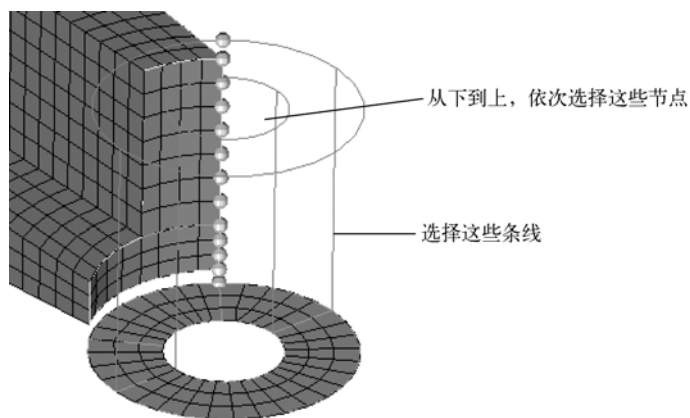

图 5-40 扫略路径节点位置
(1) 通过以下任一种方式进入 solid map 面板。
(2) 进入 general 子面板。
(3) 选择 source geom: (none)。
(4) 选择 along geom: mixed。
(5) 在 along geom: mixed 栏下，单击 lines 按钮。
(6) 选择如图 5-40 所示线。
(7) 单击 node path 按钮将其激活。
(8) 顺序选择如图 5-40 所示节点。共有 13 个节点，起始节点位于 boss 壳单元，然后是 arm_straight 组件边沿上的节点，终止节点位于 boss 上面投影的节点。